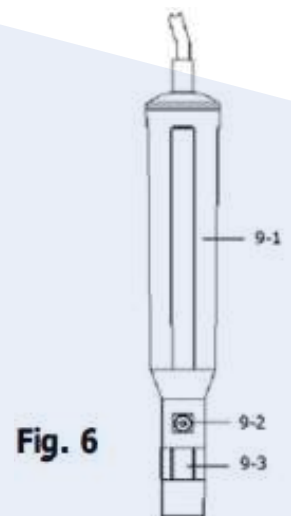

Fig. 6
1. Desenrosque el "cabezal de la sonda" (9-3, Fig 6).
4. Enrosque el "Cabezal de la sonda" (9-3, Fig 6) en el cuerpo de la sonda.
5. Cuando no se utilice la sonda, debe insertar Fig. 6 el " Cabezal de la sonda " en la "Cubierta de protección de la sonda". (8-5, Fig. 5)